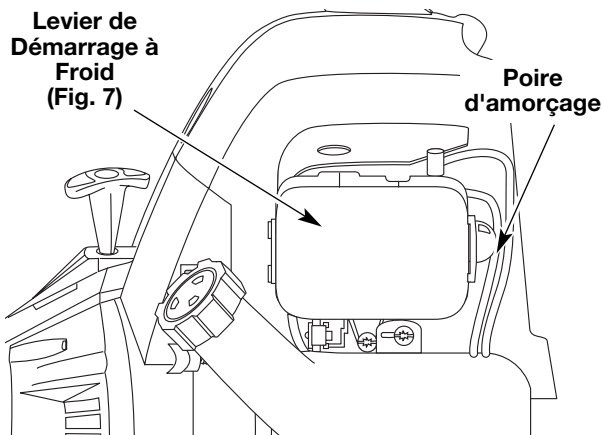

Fig. 10
4. Pressez et relâchez la poire d'amorçage à 10 reprises, lentement. Une certaine quantité de **carburant devrait être visible dans la poire d'amorçage** et les conduites de carburant (Fig. 10). Si vous n'apercevez pas de carburant dans la poire, pressez et relâchez la poire autant de fois que nécessaire jusqu'à ce que vous aperceviez du carburant dans cette dernière.